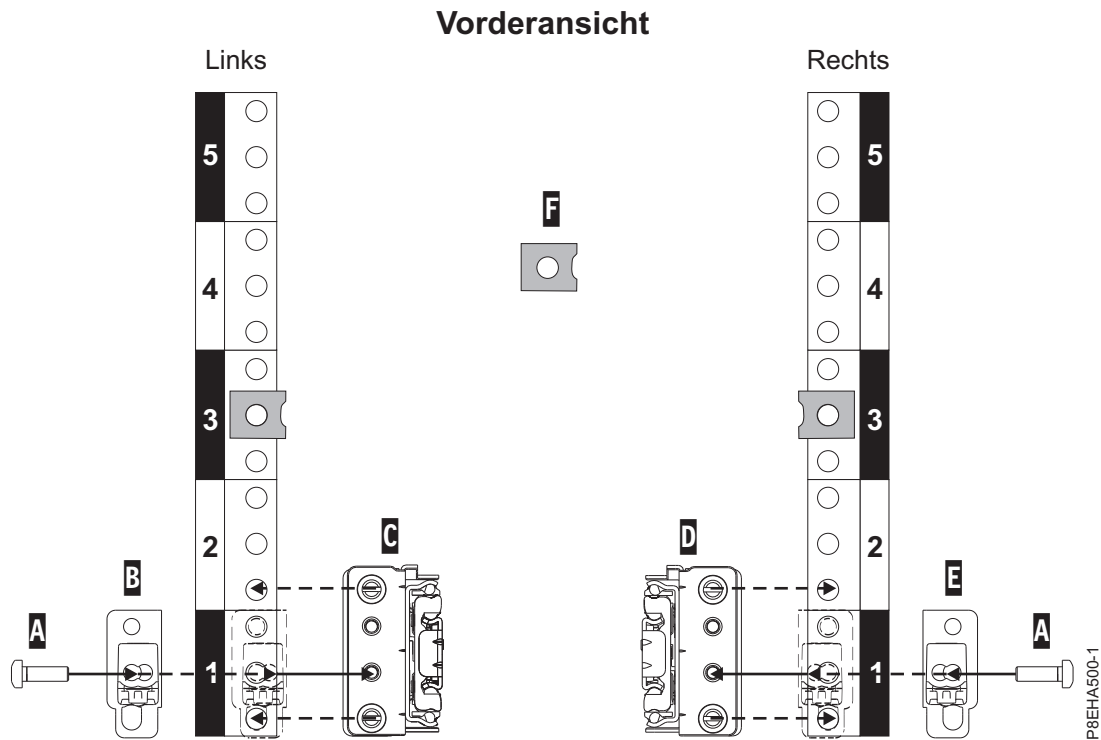

Abbildung 4. Schienen an der Vorderseite des Racks befestigen
3. positionieren Sie an der Vorderseite des Racks die linke Schiene (C) zwischen der linken vorderen und hinteren EIA-Rackmontageleiste, wie in Abb. 4 auf Seite 5 gezeigt.
6. Positionieren Sie die Zuschlagshalterung (**B**), sodass sie den vorderen EIA-Platz der Schiene bedeckt, wie in Abb. 4 gezeigt.
7. Sichern Sie die Zuschlagshalterung mit dem T25-Hexschlüssel mit einer Flachkopfschraube **A** (M5 x 16 mm) am vorderen Schienenflansch, die Sie in die mittlere Bohrung (1b) der EIA-Rackeinheit einsetzen, wie in Abb. 4 gezeigt.
8. Wiederholen Sie die Schritte 2 auf Seite 4 bis 7 für die rechte Schiene (**D**), wie in Abb. 4 gezeigt. Bei der rechten Montageschiene ist innen vorne ein R eingraviert.
9. Befestigen Sie die beiden Klemmmuttern (**F**) an den zugehörigen EIA-Positionen 3b an der rechten und linken vorderen vertikalen EIA-Leiste, wie in Abb. 4 gezeigt.